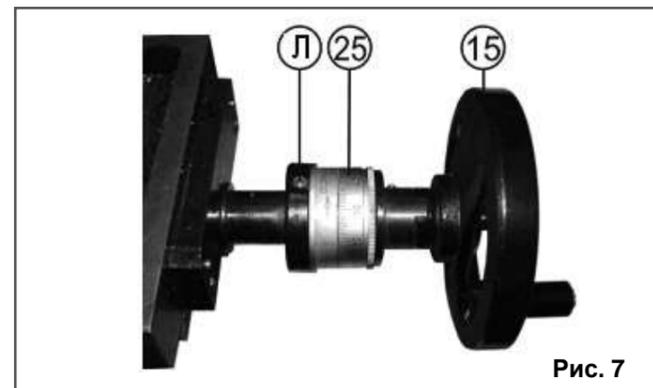

Рис. 7
10.3.7. Установка и подача заготовки в продольном направлении стола (2) производится вращением маховика продольной подачи стола (15). Фиксированное положение устанавливается рычагом фиксации продольной подачи стола (27). Расстояние подачи контролируется по шкале лимба (25) маховика продольной подачи стола (15). Цена одного деления = 0,02 мм Рис. 7.